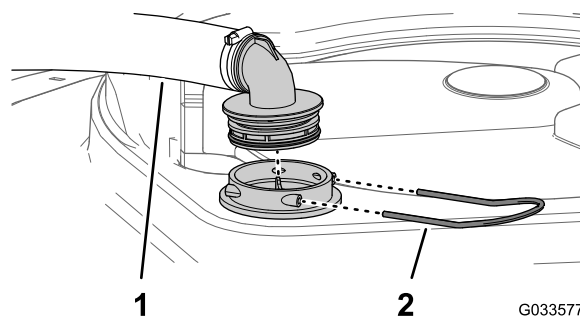

図 95
2. タンク上部で、フィルタハウジングからの太いホースについているフィッティングを固定しているリテーナを外す **図 95**。
3. フィルタハウジングからホースとフィッティングを取り外す **図 95**。